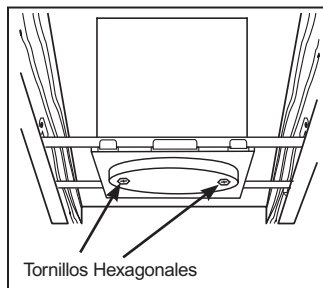
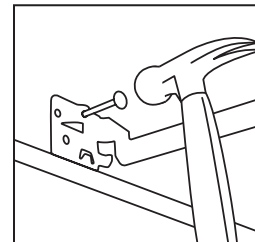

Figura 2
Figura 3
**Paso 1.** Extienda las barras colgantes para que quepan entre las vigas. El pie de la barra colgante está formado para alinearse fácilmente con la parte inferior de la viga (Figura 2). Coloque el accesorio martillando Real-Nails® en las vigas (Figura 3).
**Paso 4.** Cuando se instala en tablayeso, corte un agujero de tamaño apropiado usando la plantilla del agujero ovalado que se proporciona. Después de instalar en tablayeso, si es necesario, ajuste el accesorio para el grosor del techo aflojando los tornillos hexagonales que sujetan la falda redonda al marco de yeso (Figura 2).